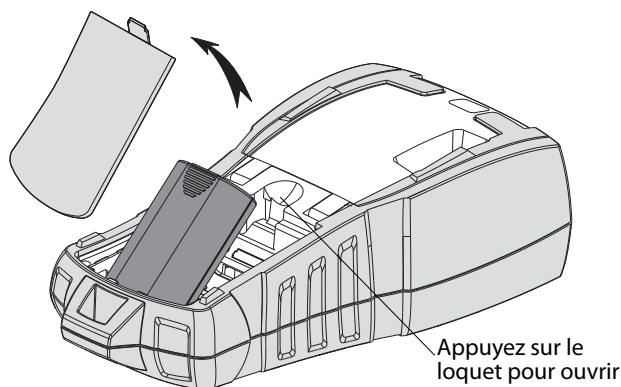

Figure 4
1. Appuyez sur le loquet à l'arrière de l'imprimante pour retirer le couvercle du compartiment à piles. Voir Figure 4.
2. Placez le bloc-piles dans le compartiment à piles. Voir Figure 4.